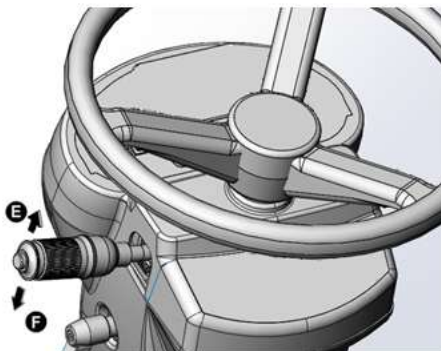

Рисунок 3. 28 Включение дальнего света фар
- ▶ Вернуть подрулевой переключатель в исходное положение (в противоположном направлении F, рис. 3. 28).